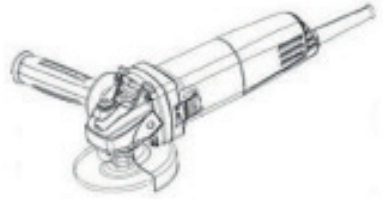

IMAGEN 6
11.3. Presione el botón de traba con el dedo pulgar y suelte el botón Enciende/Apaga. Para soltar, suavemente presione y suelte el botón Enciende/Apaga. (IMAGEN 6)